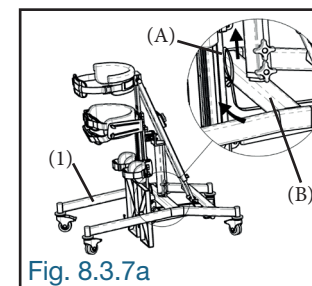
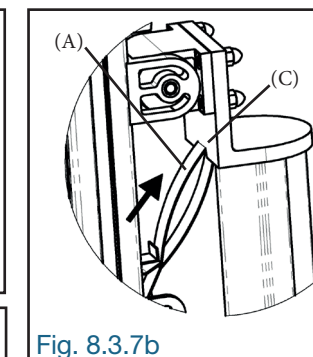
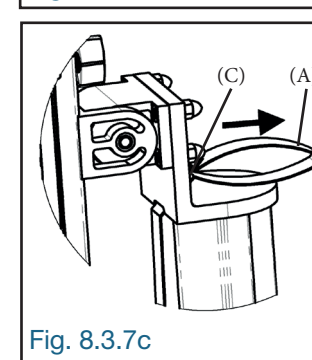

Fig. 8.3.7a
Fig. 8.3.7b
Fig. 8.3.7c
8.3.7 Passer la sangle d'activation (A) du vérin sous le travers central (B) de la base (1) et remonter-la vers le haut (Fig. 8.3.7a). Insérer la sangle d'activation (A) dans la fente (C) (Fig. 8.3.7b). Tirer la sangle (A) de façon que la poignée de la sangle soit complètement dégagée de la fente (C) (Fig. 8.3.7c).